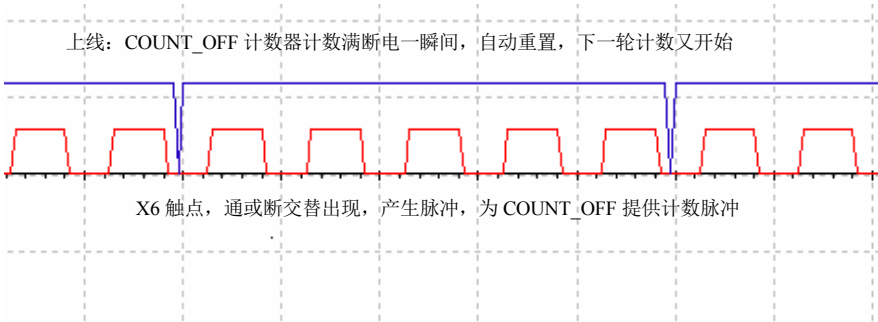
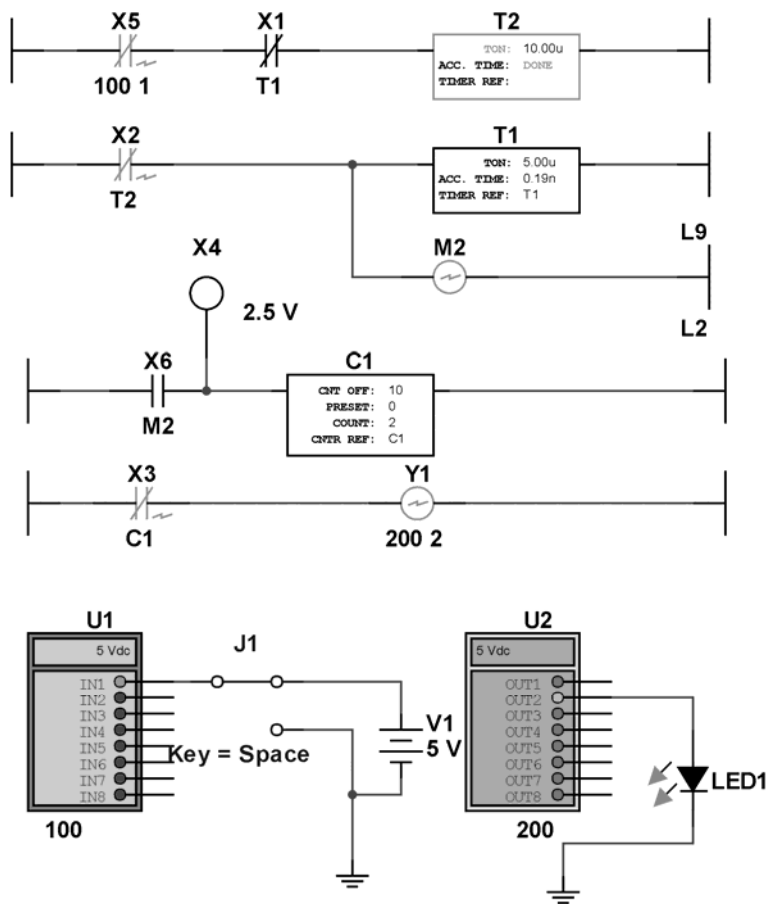
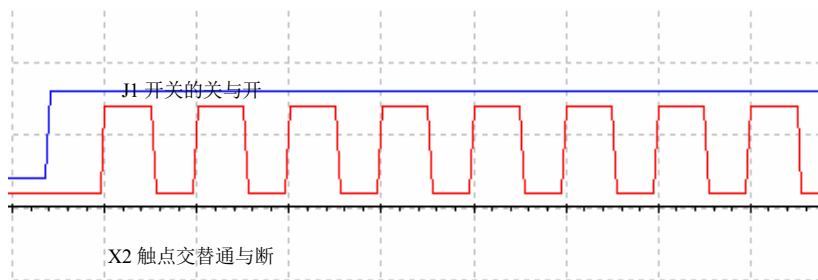
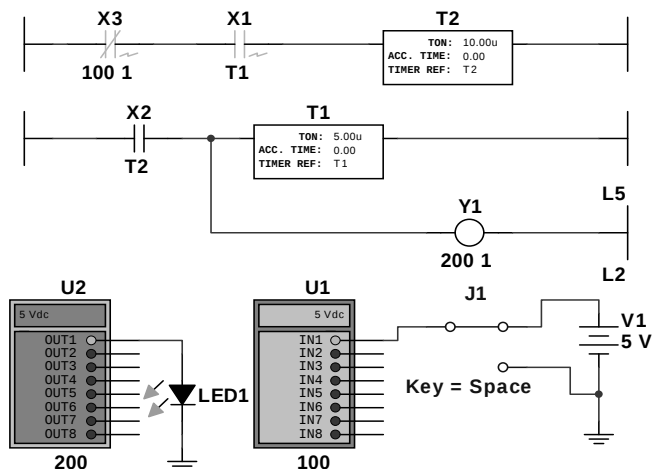

图 12-41 COUNT_OFF 计数器时序图
图 12-42 COUNT_OFF 工作原理设计梯形参考图
图 12-67 脉冲发生器时序图
图 12-68 脉冲发生器梯形图程序
- Set Value：计数器计数完时的值，本例中设定为 10，即接受 10 个脉冲后 COUNT_OFF 计数器断电一瞬间（条件是计数器 Preset Value “预设值”为 0），接着马上自动重置，下一轮计数开始，如此周而复始，如图 12-41 所示计数器时序图。
- **Counter Reference :** 计数器的参考标号。这里参考标号为 C1，与计数器有关联的触点一定也要标上 C1，如图 12-42 所示中 X3 触点。
对计数器线圈工作原理有一个直观了解，举例如图 12-41 和图 12-42 所示。
如图 12-42 所示梯形图中的上面两个梯级，是脉冲器编程。如图 12-42 所示说明 COUNT_OFF 工作原理设计梯形参考图（关于脉冲编程的原理请见图 12-67、12-68 所示）。
这里用了两个定时器产生频率、占空比均可设置的脉冲信号。如图 12-67 所示是脉冲发生器的时序图，当输入设备 IN100.1 为 1 时，输出设备 OUT200.1 交替输出 1 或 0。如图 12-68 所示是脉冲发生器的梯形图程序设计。